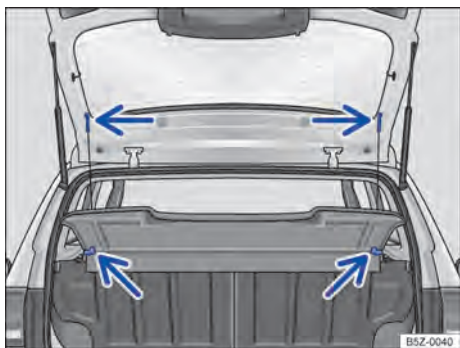

Fig. 76 No compartimento de bagagem: remover e instalar a cobertura do compartimento de bagagem.
- Desprender os cordões de retenção do suporte da tampa traseira → Fig. 76 (setas superiores).
- Retirar a cobertura do compartimento de bagagem por trás, para fora dos suportes laterais → Fig. 76 (setas inferiores).
- Empurrar a cobertura do compartimento de bagagem para a frente, introduzindo-a nos suportes laterais → Fig. 76 (setas inferiores).
- Encaixar os cordões de retenção na tampa traseira → Fig. 76 (setas superiores).